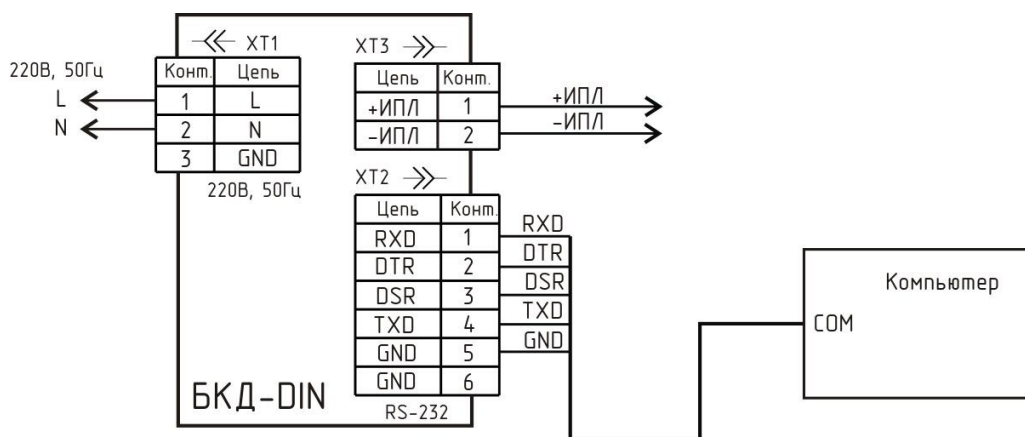

Рисунок 9 - Электрическая принципиальная схема подключения БКД-DIN
5) БКД-DIN может быть подключен в любом месте к информационно-питающей линии с учетом полярности. К разъему XT2 подключен управляющий блоком компьютер по интерфейсу RS-232 (рисунок 9).